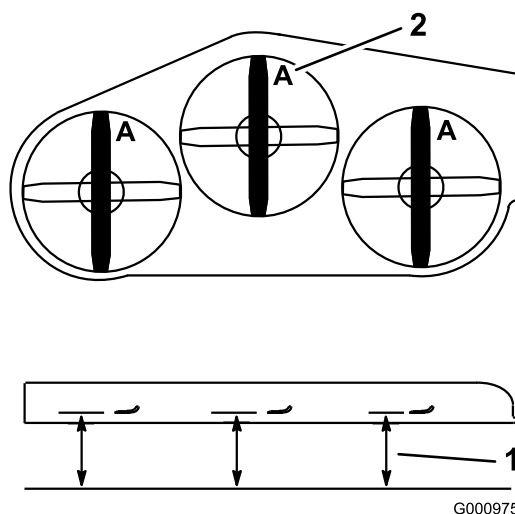

Figura 73
2. Măsurai de la o suprafață uniformă la marginea de tăiere, poziția A a lamelor (Figura 73).